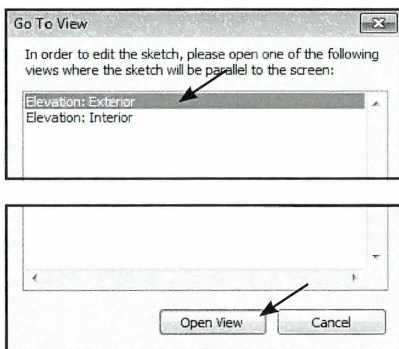

Fig. 08.27. Vælg Exterior og klik Open View.
- Vælg hvilket *View* du vil tegne i, eksempelvis *Exterior View* og tryk *Open View* (Fig. 08.27).